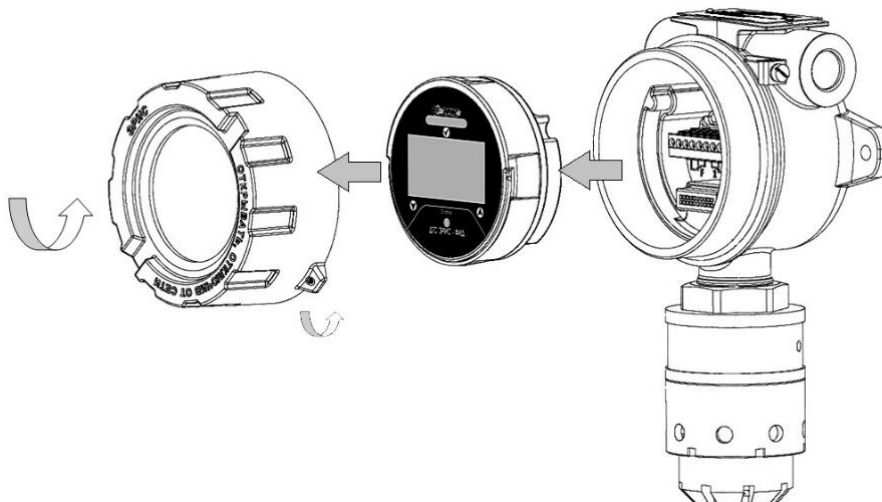

Рисунок 23- Схема разбора газоанализатора
1) Открутить стопорный винт на верхней крышке газоанализатора (рис. 23).